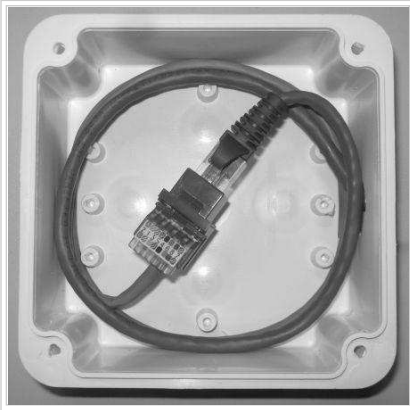

Fig. 1 Jack en caja de registro exterior
- En el extremo del access point el cableado finalizará en un módulo jack RJ-45 CAT 5E o superior (tipo Keystone), el cual se colocará dentro de una caja de registro (dimensiones mínimas 10 x 10 x 5 cm), según se muestra en Fig. 1. Los remanentes de cable deberán acomodarse dentro de la caja evitando quiebres en los cables.